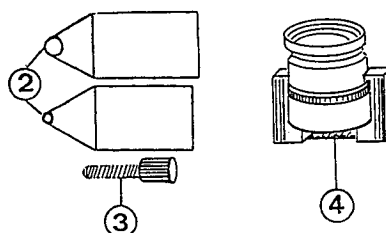

Fig. 2
1.2 Brinellkugeln mit Meßlupe (361 13); Abb. 2
- ② Stahlbolzen mit gehärteten Stahlkugeln
1.2 Brinell Balls with Magnifier (361 13), Fig. 2
- ② Steel bolts with hardened steel balls;